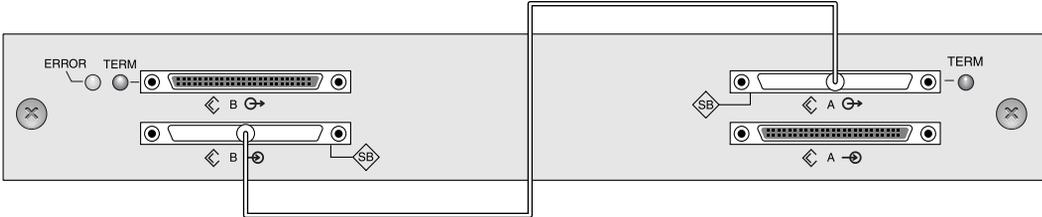

図 4-16 シングルバス拡張ユニットに必要なジャンパケーブルの配線
2. 拡張ユニットをシングルバス構成として構成するには、図 4-16 に示すように、左上と右上の SCSI ポート間を SCSI ジャンパケーブルで接続します。ケーブルジャックのねじを 6 回時計回りに回して締め、正しく接続され動作するようにします。